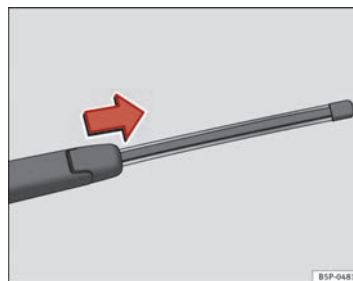

Fig. 130 Extraer la escobilla del limpialuneta
- Separe el brazo del limpiaventana de la luneta ⇒ fig. 130.
- Deslice el adaptador de la escobilla en la dirección de la flecha y retire la escobilla ⇒ fig. 130.